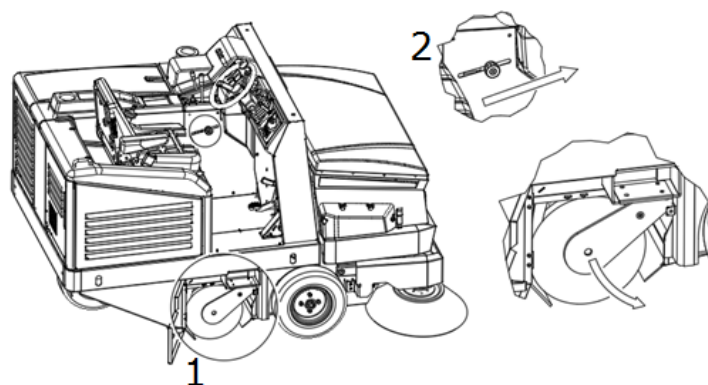
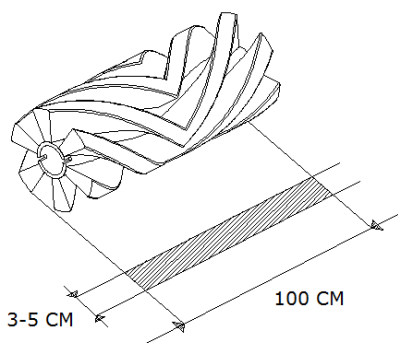

Рис. 39
Рис. 40
Когда центральная щетка (Дет. 1 Рис. 39) изнашивается и, следовательно, начинает падать эффективность, отрегулируйте ее высоту, воздействуя на ручку (Дет. 9 Рис. 12) открутив ее и переместив вперед, чтобы опустить щетку и увеличить ее угол наклона на очищаемую поверхность (2, Рис. 39). Отрегулируйте до тех пор, пока в опущенном положении щетка не оставит полосу шириной 3-5 см на полу (Рис. 40). После достижения желаемой степени угла наклона затяните ручку, чтобы зафиксировать ее положение.
1. После регулировки активируйте центральную щетку и, не двигаясь вперед или назад, дайте ей поработать в одной и той же точке в течение не менее 10/15 секунд. Поднимите центральную щетку и переместите подметальную машину так, чтобы след, который оставила центральная щетка при вращении, был виден на полу, как показано на Рис. 40.